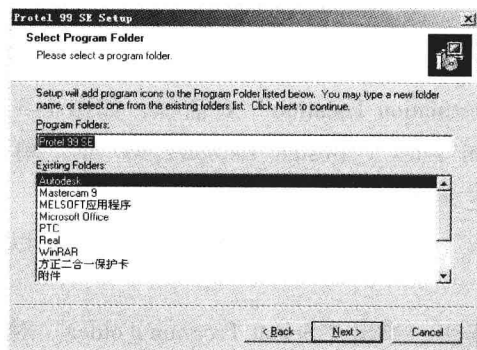
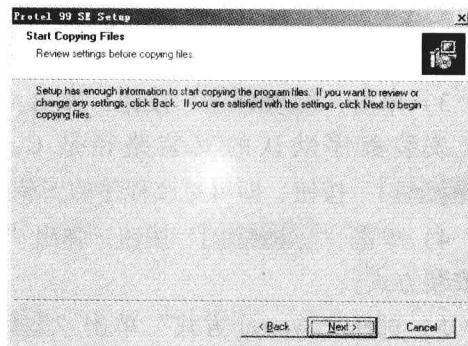

图 1-5 “Select Program Folder”对话框
图 1-6 “Start Copying Files”对话框
5) 选择“Typical 方式”单击“**Next >**”按钮，弹出“Select Program Folder”对话框，如图 1-5 所示，单击“**Next >**”按钮，进入图 1-6 所示的“Start Copying Files”对话框，继续单击“**Next >**”按钮，弹出图 1-7 所示的“Setup Starts”对话框，开始安装软件，安装完成后，弹出“Setup Complete”对话框，单击“**Finish**”按钮，软件安装成功，